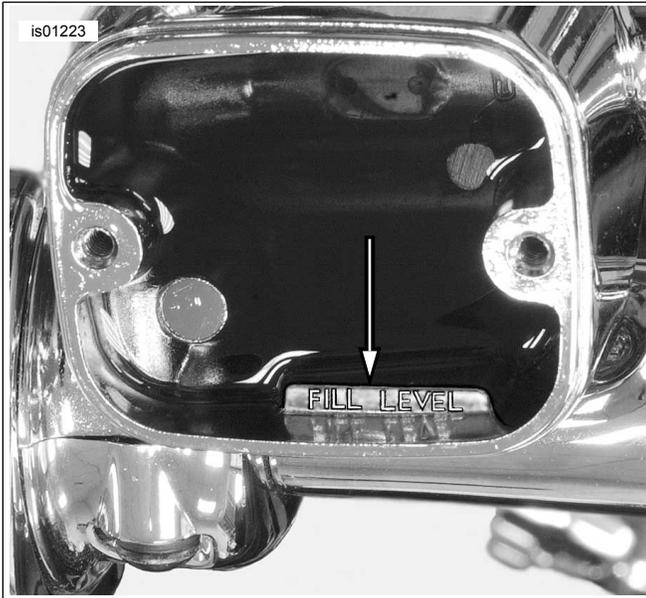

Abbildung 6. Füllstand
3. Siehe Abbildung 6. Die Sorte Bremsflüssigkeit gemäß den Anweisungen im Werkstatthandbuch in den Kupplungsgeberzylinderbehälter füllen. Alte Bremsflüssigkeit nicht wiederverwenden. Nur Bremsflüssigkeit aus einem verschlossenen Behälter verwenden. Die erste Füllung darf die Mindestmarkierung FILL LEVEL (Füllstand) nicht übersteigen.
6. Siehe Abbildung 6. Den Behälter bis zur FILL LEVEL-Markierung füllen und den vorherigen Schritt mindestens 3 Mal wiederholen, bis die Kupplungsflüssigkeit aus dem Hohl-schraubenanschluss gleichmäßig austritt und der Flüssigkeitsstand im Behälter bei aufrecht positioniertem Motorrad die Markierung FILL LEVEL erreicht hat.